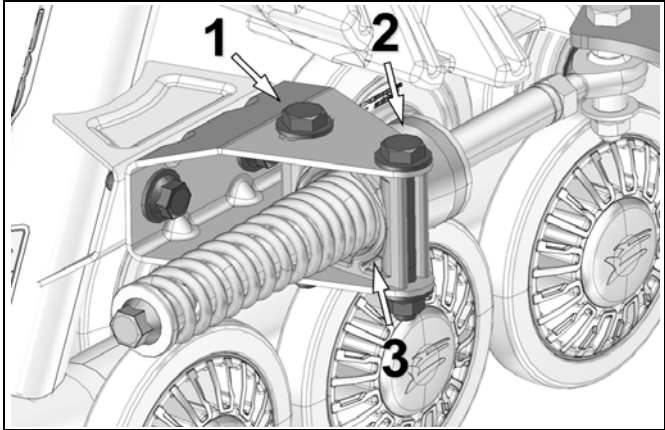

Abbildung 16
- Schrauben (1) und (2) des Verdrehsicherungsbügels lösen, damit die Verdrehsicherungs-Halterung (3) auf ihrer Achse gedreht werden kann. Siehe Abbildung 16.